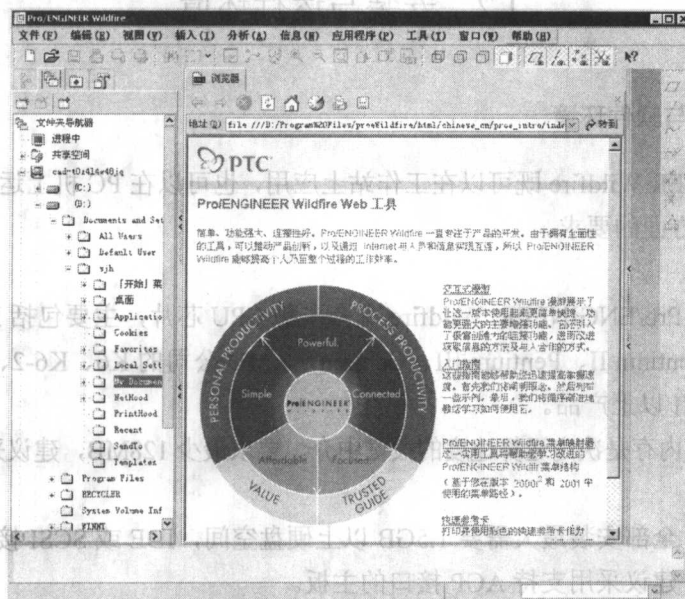

图 1-1 Pro/ENGINEER Wildfire 的主界面
(1) 利用 Windows 任务栏启动。依次选择桌面上的“开始”→“程序”→Pro/ENGINEER →Pro/eWildfire 选项即可。启动后的 Pro/ENGINEER Wildfire 的主界面如图 1-1 所示。